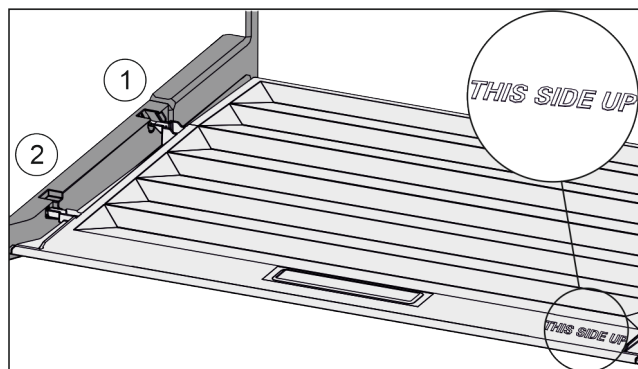

Fig. 117
- ▶ Vezesse be a fedél bordáit a hátsó tartó Fig. 117 (1) nyílása fölött, elől pedig pattintsa be azokat a tartóba Fig. 117 (2).